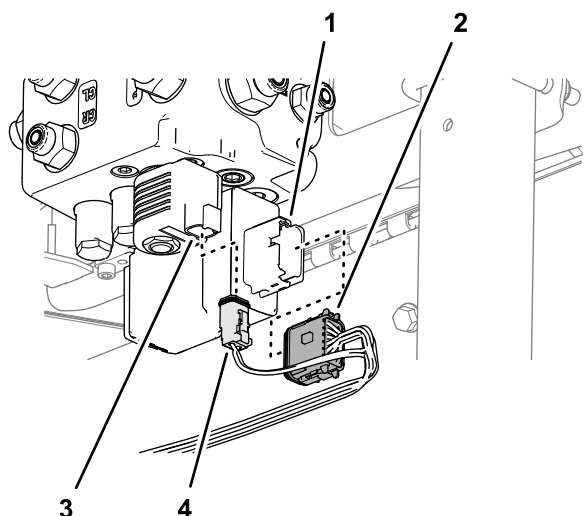

**Figura 90**
- Na parte frontal da máquina, encaminhe os conectores da cablagem (Figura 90) com as identificações seguintes através da parte inferior da placa do piso: